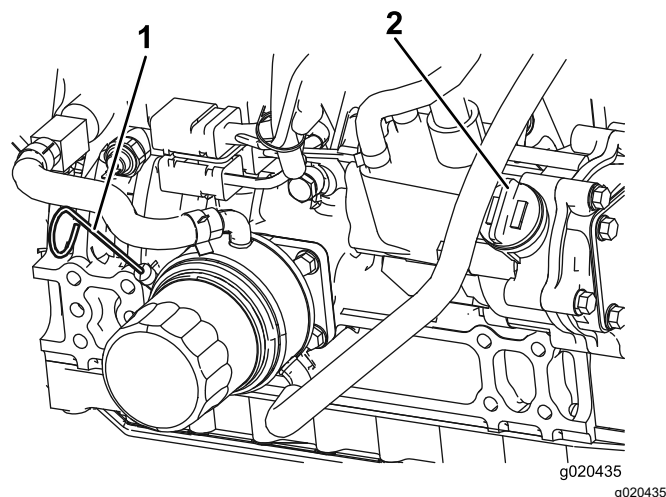

Figura 73
O nível de óleo deve encontrar-se na zona de segurança (Figura 73).
4. Se o nível de óleo se encontrar abaixo da zona de segurança, deverá retirar a tampa de enchimento (Figura 73) e adicionar óleo até que o nível atinja a marca Cheio.